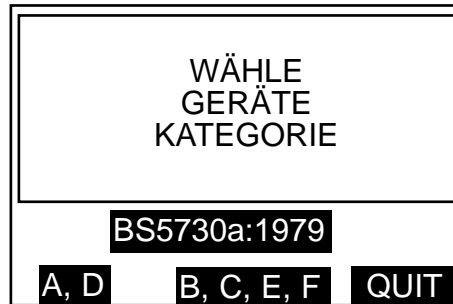

Abbildung 64: Anzeige für Wahl der BS5730a-Geräteklasse
2. Wählen Sie aus dem Hauptmenü BS5730a. Daraufhin erscheint eine Anzeige wie in Abbildung 64.